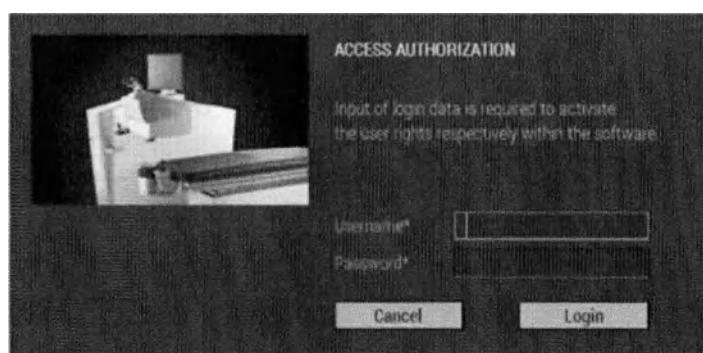

Рисунок 33: Окно входа
- Для входа в «Database Portal Software (Программное обеспечение портала базы данных)» нажмите кнопку  (смотрите рисунок 33 «Login Window (Окно входа)»).